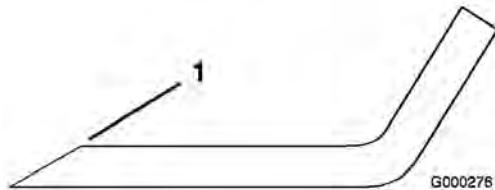

Figure 71
1. Au moyen d'une lime, aiguissez les tranchants aux deux extrémités de la lame (Figure 71) en veillant à conserver l'angle de coupe d'origine. Limez la même quantité de métal sur chacun des deux tranchants pour ne pas déséquilibrer la lame.